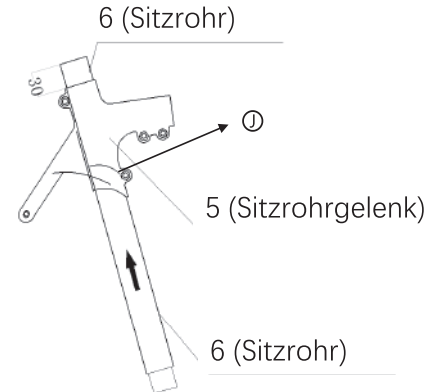

Abb. 10-2
- c. Justieren Sie die Höhe von Teil 6 und positionieren Sie es etwa 30mm höher als Teil 5, wie in Abb. 10-2 gezeigt.